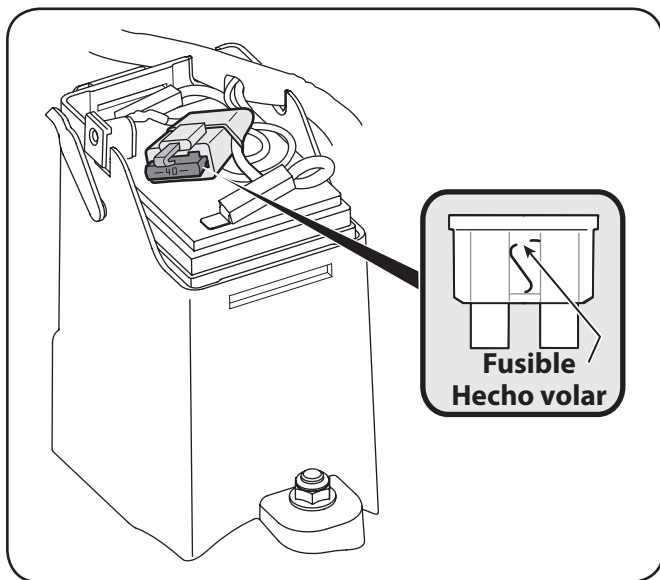

Figure 7-5
2. Retire el fusible del enchufe e inspeccione como se muestra en Figure 7-5. Si está quemado, reemplace por un fusible de automóviles estándar de 40 amperes.